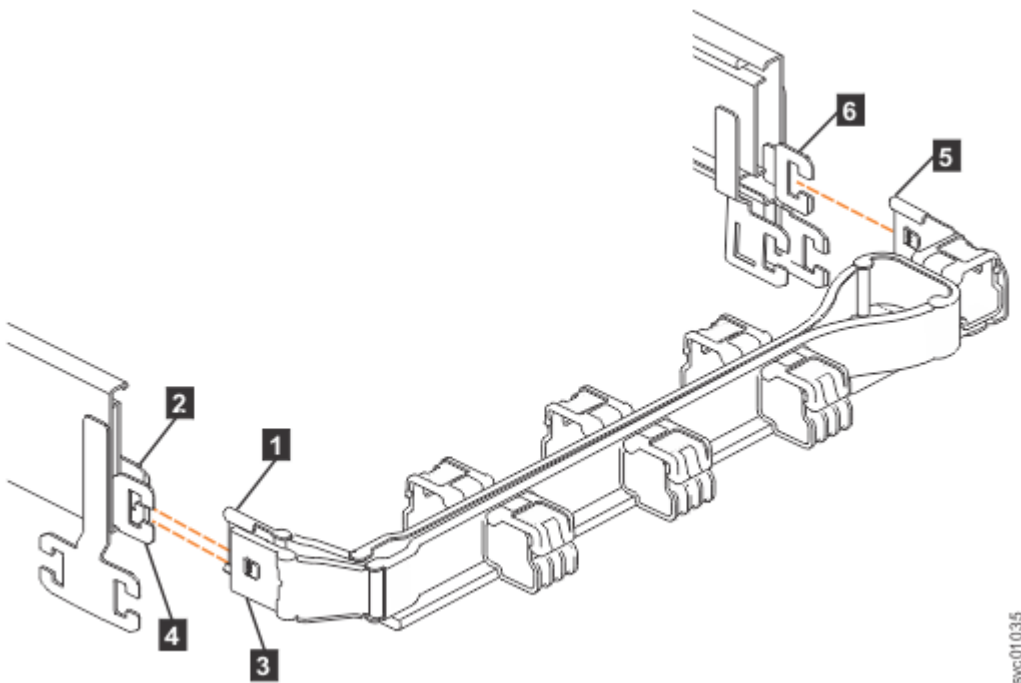
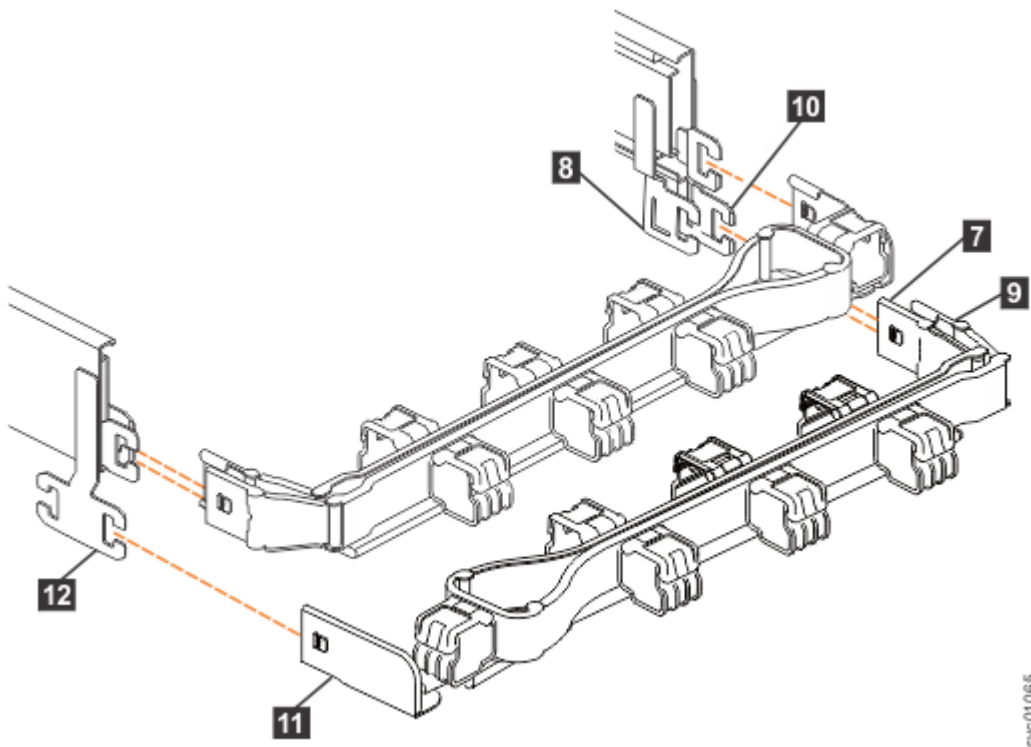

图 65. 上部电缆管理臂的连接器
图 66. 下部 CMA 组合件的组件
CMA 的连接器安装在支撑导轨末端的导轨挂钩上。第 56 页的图 65 显示了上部 CMA 组合件上的连接器。
1. 按下上部 CMA 组合件的连接器基座上的滑锁（第 56 页的图 65 中的 5）。
2. 拉动连接器以从右侧支撑导轨上的连接器基座（第 56 页的图 65 中的 6）中将其卸下。
3. 按下上部 CMA 组合件的外部连接器上的滑锁（第 56 页的图 65 中的 3）。
4. 从左侧支撑导轨的内部构件中卸下外部连接器（第 56 页的图 65 中的 4）。
5. 将上部 CMA 组合件的内部连接器（1）从左侧支撑导轨的内部构件（2）中卸下，如第 56 页的图 65 中所示。
注：卸下下部 CMA 组合件的过程与卸下上部 CMA 组合件的过程相同。但是，连接器位置颠倒。例如，上部 CMA 的连接器基座（第 56 页的图 65 中的 5）将连接到右侧导轨。下部 CMA 的连接器基座（第 57 页的图 66 中的 11）将连接到左侧导轨。
6. 将下部 CMA 组合件上的连接器基座（11）从左侧支撑导轨上的连接器（12）上卸下，如第 57 页的图 66 中所示。
7. 将下部 CMA 组合件的内部连接器（9）从右侧支撑导轨的外部构件（10）上卸下，如第 57 页的图 66 中所示。
8. 将下部 CMA 组合件的外部连接器（7）从右侧支撑导轨的内部构件（8）上卸下，如第 57 页的图 66 中所示。